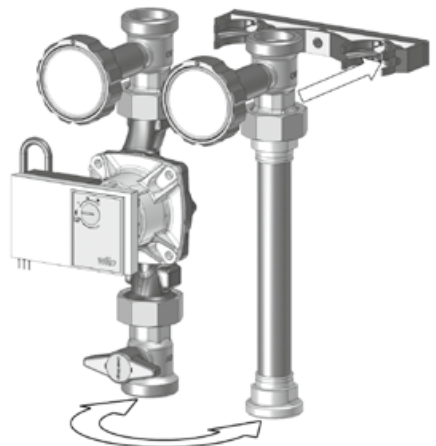

Abb. 12
6. Den dem Stellmotor beiliegenden **Adapter (3)** (siehe Abbildung 12) auf das Mischerküken setzen.